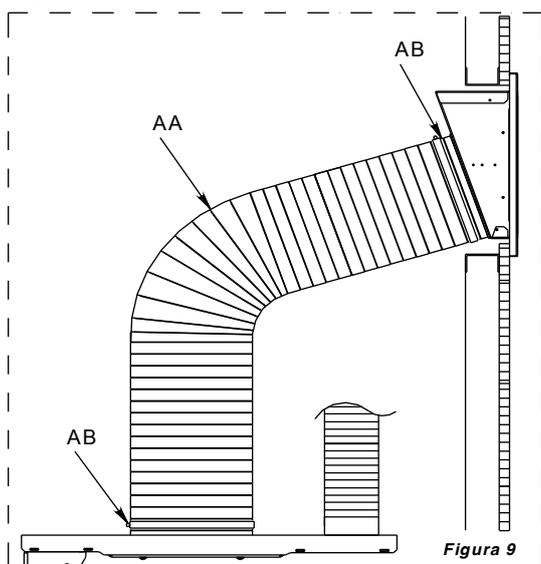

Figura 9
- Procedere ora ad assemblare il tubo di carico ed i tubi di canalizzazione come indicato nella Figura 9. Il tubo di carico AA (tubo d.180 spiralato in dotazione) deve essere fissato attraverso le 2 fascette AB (fascette d.180 in dotazione). I tubi di canalizzazione (non in dotazione) devono essere installati soddisfacendo le seguenti regole: